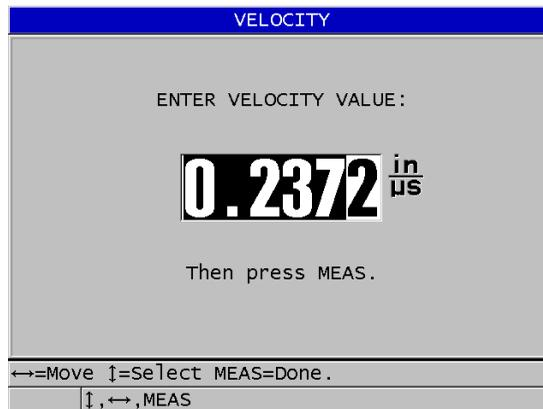

Abbildung 5-7 Eingabe einer bekannten Schallgeschwindigkeit im Werkstoff
2. Korrigieren Sie im Fenster **SCHALLGSCHW** (siehe Abbildung 5-7 auf Seite 84) mit den Pfeiltasten die Schallgeschwindigkeit auf den bekannten Wert.